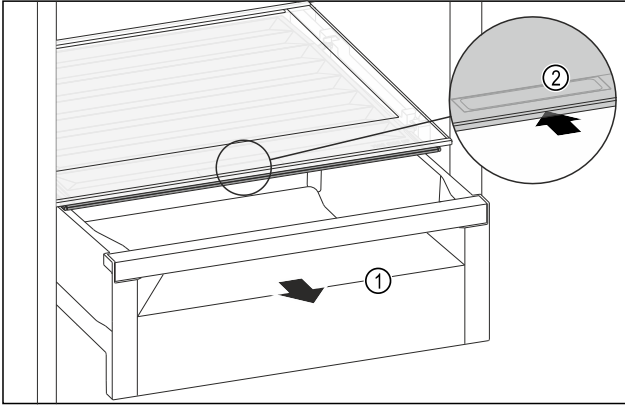

Fig. 117
- ▶ Extraer el compartimento Fig. 117 (1).
- ▶ Agarrar el tirador empotrado Fig. 117 (2) en la tapa del compartimento y tirar de la tapa del compartimento hacia atrás al mismo tiempo.